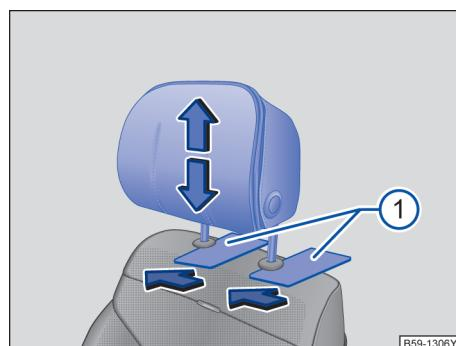

图 90 拆卸和安装前排头枕
- 松开头枕时，一人用一扁平器具（例如，塑料卡片）插入靠背套与头枕导杆护套之间→图 90①，同时另一人将头枕完全拔出。